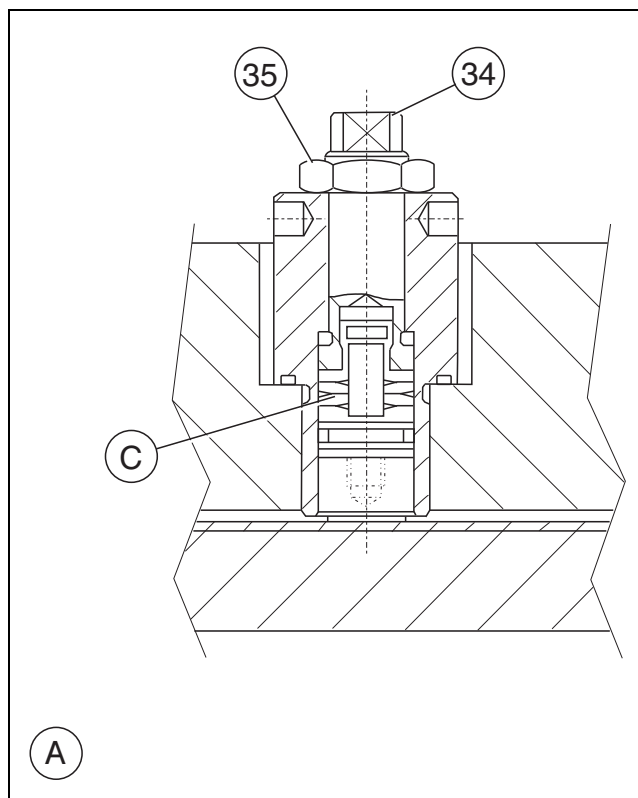

Fig. 5
- a) Allentare il dado **35** sui tappi di tipo A (Fig. 5) posti sulla metà superiore dell'otturatore e avvitare il perno **34** fino a centrare l'otturatore sul corpo.